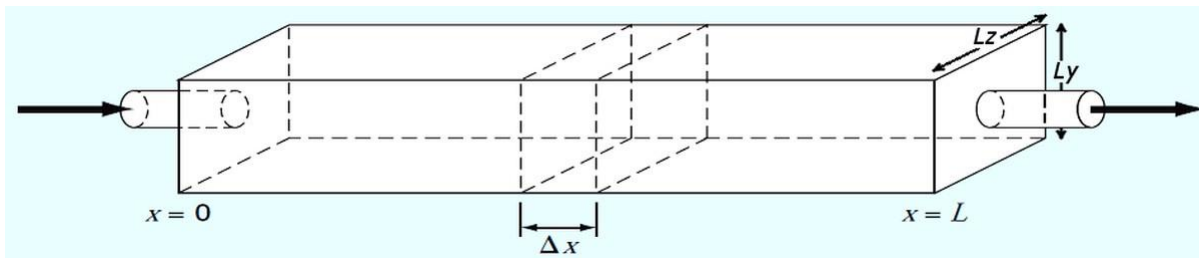

Figura 2: Reactor con un solo punto de entrada y salida.
La ecuación de advección-difusión-reacción *unidimensional*, ecuación (2), es un modelo matemático válido para calcular la distribución de la concentración de un reactivo a lo largo de un reactor químico de sección transversal constante (ver Figura 2), tal como se presenta a continuación: